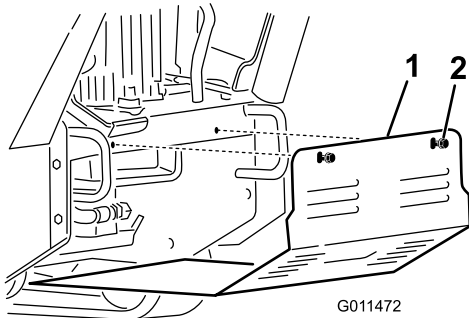

Figura 22
3. Solte, em sequência, os 2 parafusos de fixação da tampa de proteção inferior até soltá-la (Figura 22).
5. Para instalar a tampa inferior antes de operar a máquina, encaixe a tampa na máquina, encostando-a nas 4 abas, e fixe a tampa com os 2 parafusos soltos anteriormente (Figura 22).